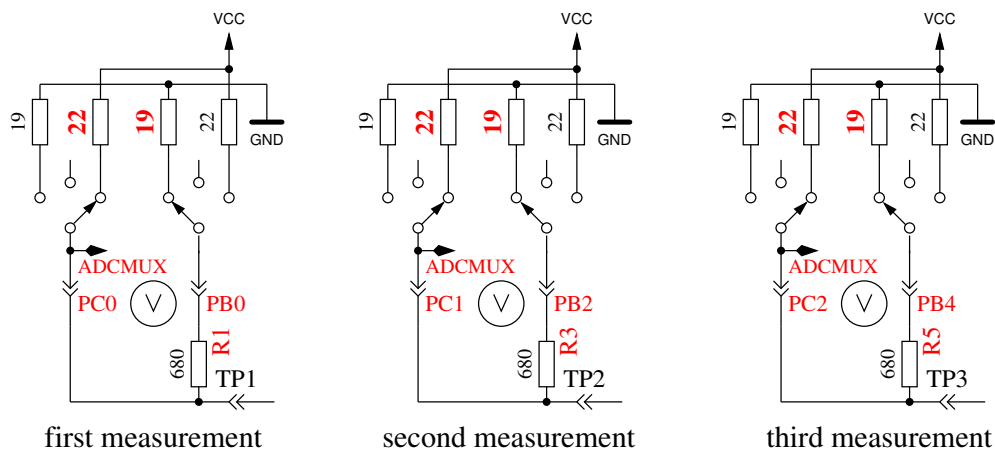

Abbildung 5.64. Messung des Innenwiderstandes des auf VCC geschalteten Port-C-Ausgängen.
9. **Messung des Innenwiderstandes von auf VCC geschalteten Port-Ausgängen.** Der benötigte Strom wird von auf GND geschalteten 680Ω-Widerständen geliefert. Es ist die gleiche Messung wie die in Test 8 zur anderen Seite, wie in Abbildung 5.64 gezeigt wird. Der Innenwiderstand wird wie folgt berechnet: Um den Strom zu berechnen: $(5001 - (ErgebnisvonTest8) - (ErgebnisvonTest9))/680$. Die Widerstandswerte ergeben sich, wenn die gemessene Spannung durch diesen Strom dividiert wird. Das Ergebnis für diesen Test wird dann in Zeile 1 mit dem Text „RI_Hi=“ in Ω angezeigt, der Innenwiderstand zur GND-Seite wird in Zeile 2 mit dem Text „RI_Lo=“ angezeigt. Diese Werte werden ab Software-Version 1.06k bei jeder Messung neu bestimmt und hier nur dargestellt.